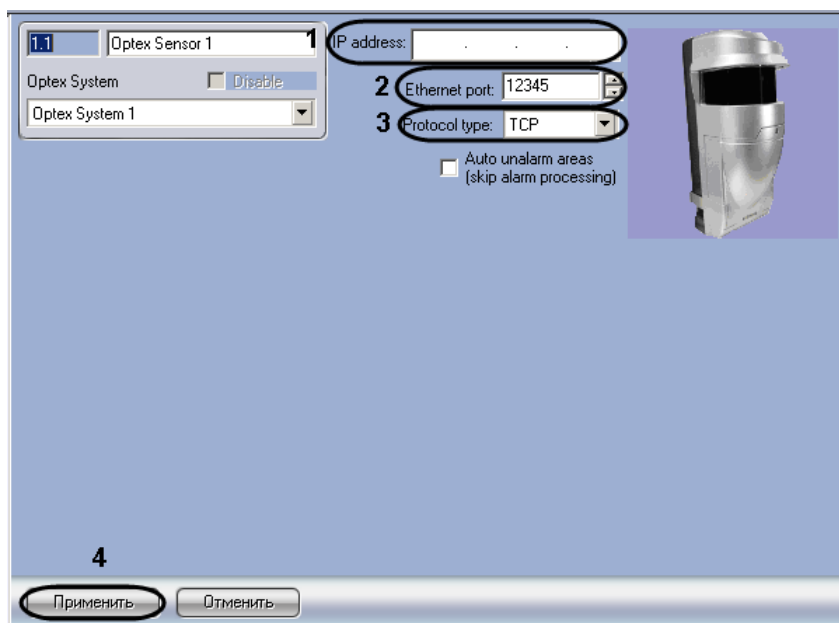

Рис. 3.3—2 Настройка подключения ПСЗ «Optex» к ПК ACFA Intellect
2. В поле **IP-address** указать IP-адрес датчика (см. Рис. 3.3—2, 1).